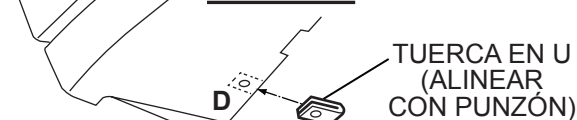

FIGURA 6
12. Coloque la salpicadera al vehículo, haga que el revestimiento de cinta sea accesible y vuelva a instalar el tornillo existente en la ubicación (A). **Vea la figura 6.**
14. Retire cuidadosamente el revestimiento de la cinta y aplique presión firme en el área de la cinta. **Vea la figura 6.**